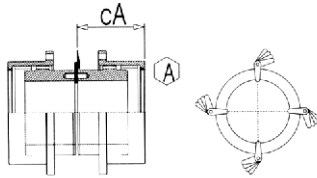
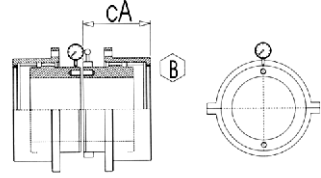

Fig.01
Fig.02
- H.1 Calculez la valeur du désalignement angulaire en élaborant, suivant le schéma ci-après, les mesures du parallélisme de tête entre les surfaces frontales de référence des deux moyeux. Pour les accouplements, cette opération pourra être effectuée en introduisant l'épaisseur mètre entre les têtes des deux moyeux, en exécutant un premier sondage à 360° pour déterminer la position et l'entité mini et maxi de la distance entre les moyeux. Après avoir déterminé les positions extrêmes, exécutez un mesurage précis sur quatre points à 90° l'un par rapport à l'autre, comme **A** en Fig. 01. La différence maxi entre deux valeurs à 180° représente le **Δa**. Calculez la valeur du désalignement parallèle en exécutant, suivant les tableaux, une mesure de l'excentricité réciproque entre les diamètres de référence des deux moyeux. Dans ce but, fixez rigidement le comparateur sur une bande en 2/2 au diamètre de référence d'un moyeu, comme **B** en Fig. 02. Assurez-vous que l'ensemble de l'appareil de contrôle, pendant une rotation de 360°, n'a pas de jeux et, après, mesurez l'excentricité mini et maxi. La différence maxi relevée représente le **ΔP**.